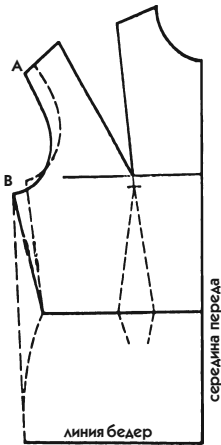

Рис. 492
1. Переведите перед базового лекала, проводя линии бокового среза и проймы пунктирной линией, как на рис. 492. Перед и спинка преобразуются одним и тем же способом.
- Скопируйте пройму от одного конца до другого, проводя сплошную линию (рис. 492).